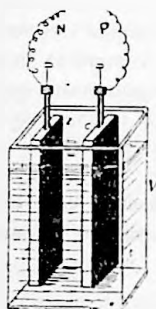

Fig. 34.
**Experiență.** — Spre a putea produce electricitatea galvanică ne servim de un vas de sticlă  $V$  (fig. 34), pe cari îl umplem ceva mai mult de jumătate cu apă, în care am pus și câteva picături de vitriol (acid sulfuric). Apa cu acid sulfuric se chiamă *apă acidulată*. Introducem în vas 2 plăci: una de